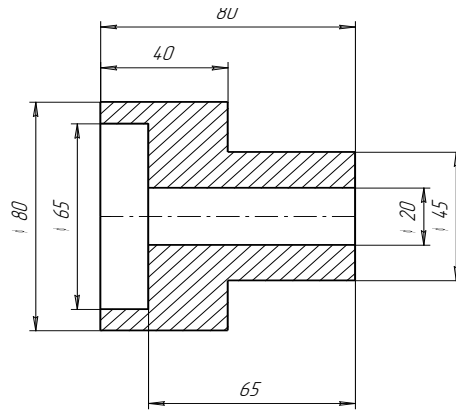

Рисунок 6.10 – Параметричне креслення «Втулка 1»
13. Побудуйте креслення деталі «**Втулка 1**», рис. 6.10
Встановіть значення всіх лінійних розмірів так, як це показано на рис. 6.10. Після цього форма і розміри параметричної моделі будуть точно відповідати кресленню деталі «*Втулка 1*». Запишіть креслення на диск і закрийте його.